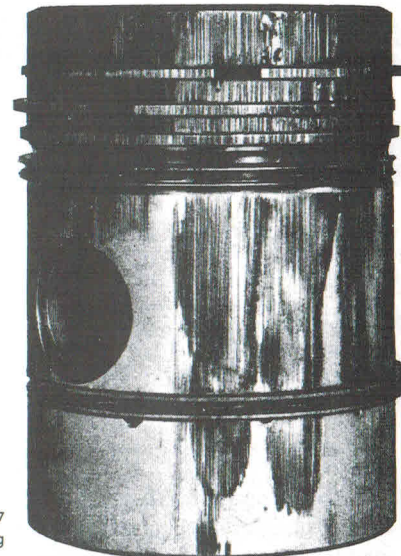

Bild 147 Kolbenfresser infolge thermischer Überlastung
- falscher Einspritzzeitpunkt bei Dieselmotoren (wie zuvor Überhitzung des Bodens, Bild 147)